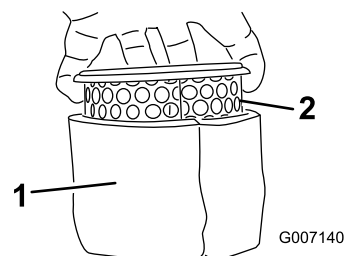

Figura 51
6. Deslice cuidadosamente el filtro de gomaespuma para separarlo del filtro de papel (Figura 51).
1. Deslice cuidadosamente el prefiltro de gomaespuma sobre el elemento de papel (Figura 51).